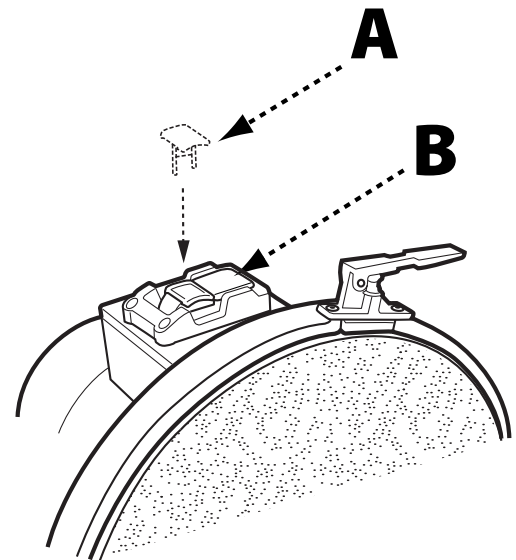

FIGURE 5
REMARQUE : La ponceuse à disque DELTA^{MD} de 30,5 cm utilise une clé de sécurité (A), comme il est indiqué à la Figure 5. La clé de sécurité doit être enclenchée pour pouvoir utiliser l'appareil. Avant de procéder au démarrage de la ponceuse, vérifiez que la clé de sécurité est installée.
- L'interrupteur ON/OFF (MARCHE/ARRÊT) (B) est situé sur le dessus du moteur. Pour démarrer la ponceuse (« ON »), déplacez l'interrupteur vers l'arrière de la ponceuse.
Lorsque l'appareil n'est pas utilisé, l'interrupteur doit être verrouillé sur la position « OFF » (ARRÊT). Ceci peut être effectué en saisissant la clé de sécurité (A), comme indiqué à la Figure 5, et en la retirant de l'interrupteur. Une fois la clé de sécurité retirée, l'interrupteur ne